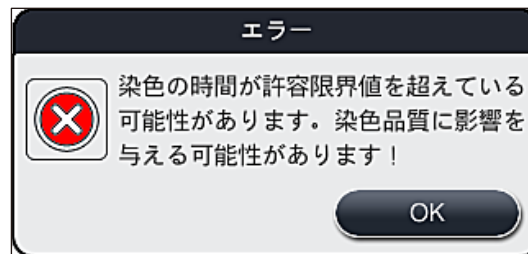

図 109
1. この情報メッセージの確認後、染色時間が超過した可能性があることがユーザーに通知されます。すなわち、特定の条件下の試薬において、または危機的状況下にあるステーションにおいて、個々のラックが時間を費やしすぎたために、染色品質に影響を与える可能性があることを示します。この情報メッセージ (→「図 109」) を「OK」ボタンで確認し、処理を再開します。